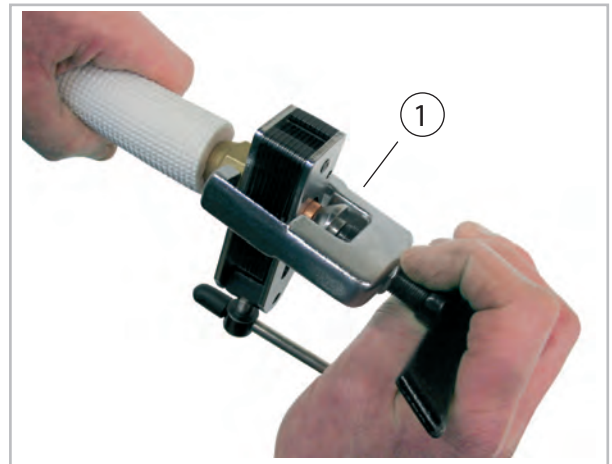
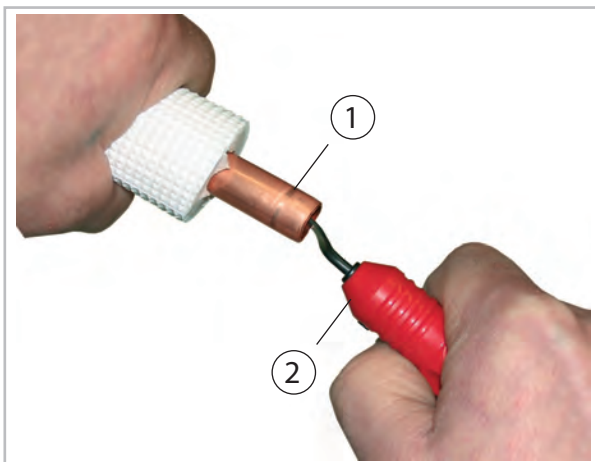

Abb. 32: Bördeln der Kältemittelleitung
Abb. 31: Entgraten der Kältemittelleitung
8. ➤ Bearbeiten Sie die verlegten Kältemittelleitungen wie im Folgenden dargestellt (Abb. 31 und Abb. 32).